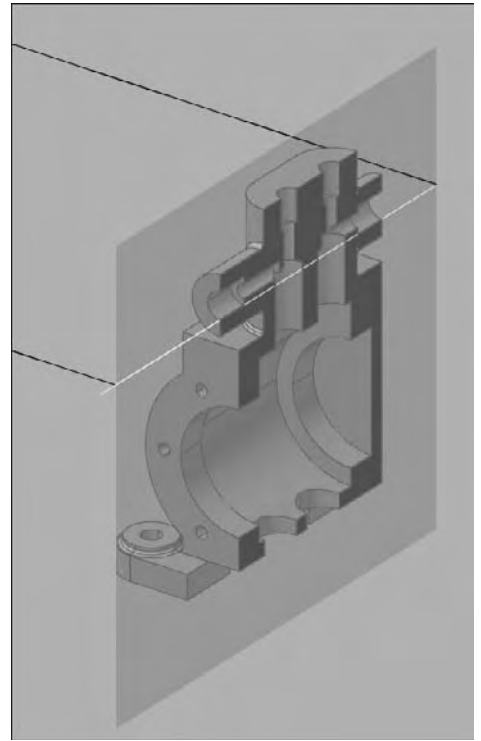

Fig.16.23
- 5 Pointez deux points à travers l'objet. Appuyez sur Entrée et pointez la direction de vision (fig.16.23).